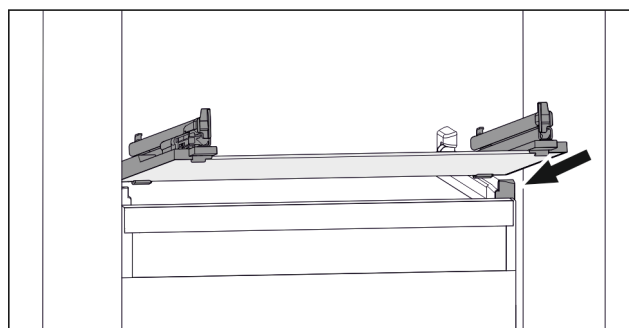

Fig. 121 Exemple de représentation de la tablette en verre
- ▶ Placer la tablette en verre, en l'inclinant, derrière les butées. (voir Fig. 121)